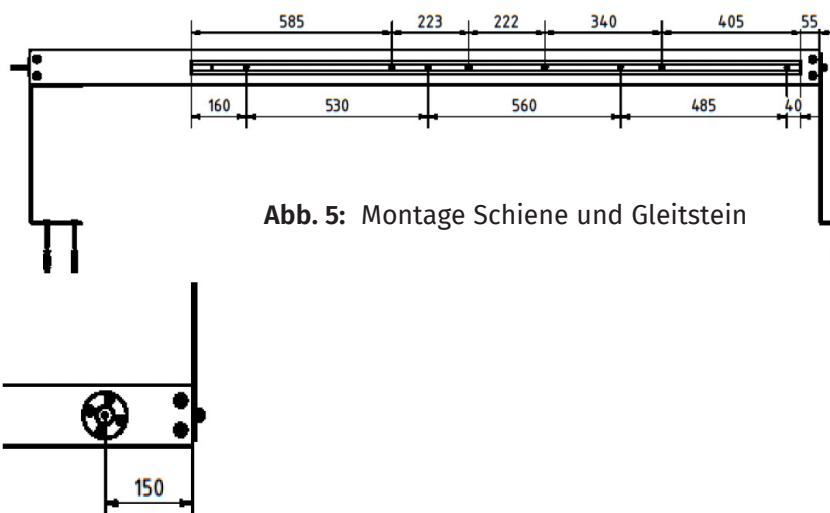

Abb. 5: Montage Schiene und Gleitstein
Nun montieren Sie die Schienen (17). Halten sie die Schiene zunächst an der, dem neigbaren Element zugewandten Wange an, der Versatz der Schiene von der oberen Kante der Elemente beträgt dabei 55 mm. Achten Sie darauf, dass das geschlossene Ende der Schiene nach unten zeigt. Markieren Sie sich die Bohrungen der Gewindeeinsätze (5) wie in Abbildung 5 dargestellt. Setzen Sie die 4 Bohrungen mit $\varnothing 11$ und montieren Sie die Einsätze. Befestigen Sie nun die Schienen mittels Spaxschrauben 6x35 (37). Die großen Bohrungen in den Schienen müssen mit den Gewindeeinsätzen übereinstimmen. Anschließend verbinden Sie die mittleren, neigbaren Elemente mit den 4 Verbindungswinkeln (32) und bringen die Gleitsteine (12) rechts und links oben an den Außenseiten an. Verwenden Sie hierfür Spaxschrauben $\varnothing 5 \times 30$ (38).